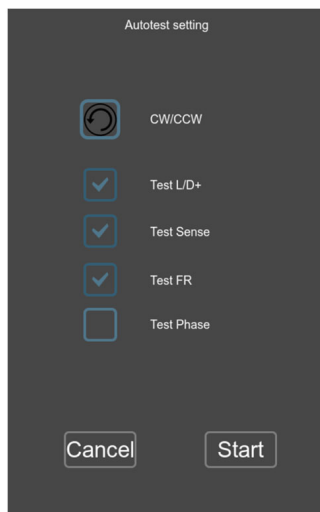

Рисунок 14
7.1. Після натискання кнопки «Autotest start» відкриється вікно налаштування автотесту (див. рис. 14), у якому можна встановити такі параметри: